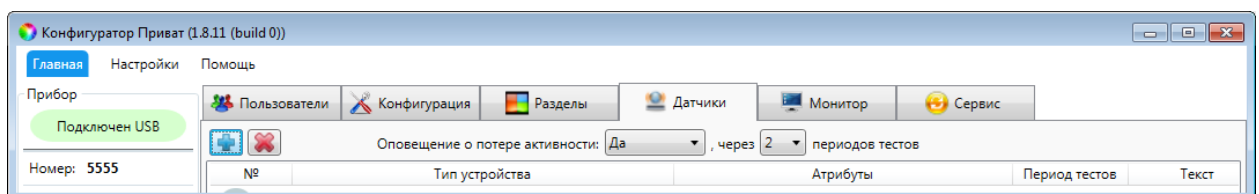

Рисунок 7.40 – Вкладка *Датчики*
1. На вкладке *Датчики* нажмите кнопку  (см. рисунок 7.40).